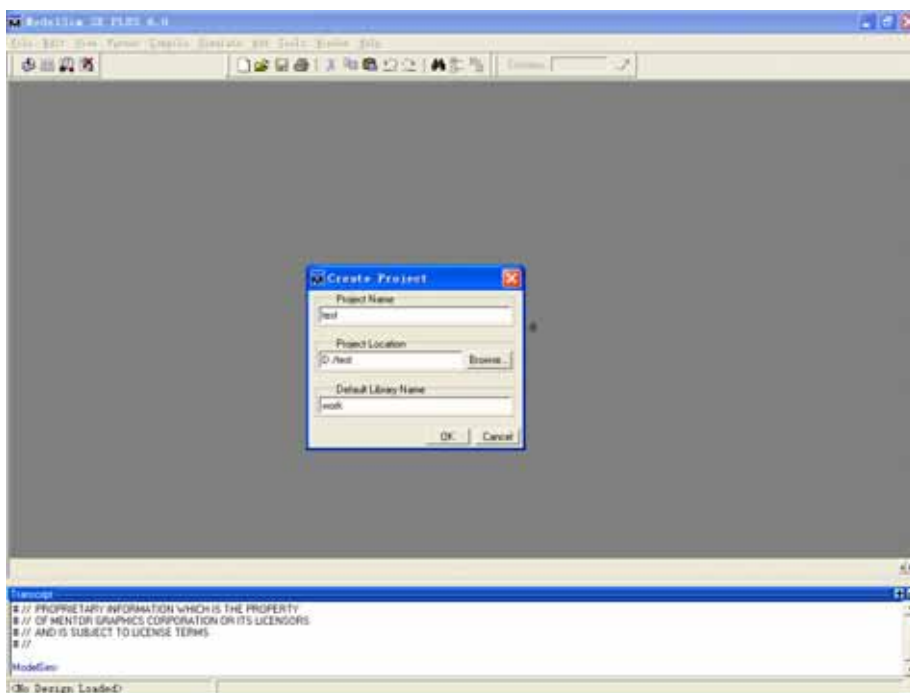

图 2 创建工程
2. 执行完第一步后,弹出图 2 对话框.Project name 命名为 test, Project Location 指向 D:/test, Default Library name 填写 work.如图 2 创建工程所示.